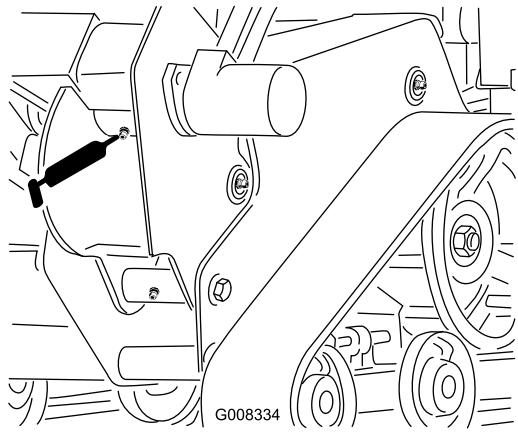

Figura 31
2. Limpie el punto de engrase del alojamiento de la zanjadora con un trapo y conecte una pistola de engrasar (Figura 31).